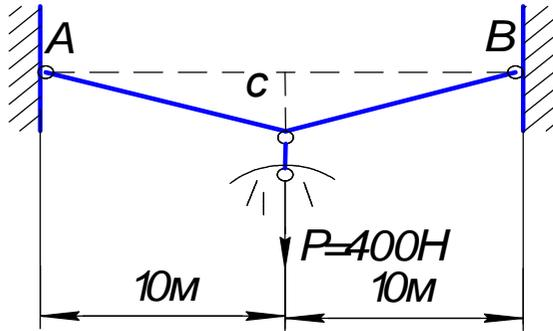

Рис.2.11
2.23. На стальной проволоке укреплен светильник весом  $P = 400 \text{ Н}$ . Подобрать диаметр проволоки из условия, чтобы напряжения в ней не превышали  $120 \text{ МПа}$ , и определить вертикальное перемещение светильника после его установки (рис.2.11).